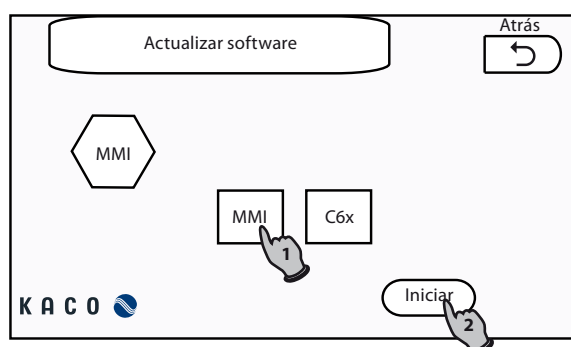

Figura 57: Pantalla de actualización del software
- » Se abrirá la pantalla "Actualizar software" (Figura 57).